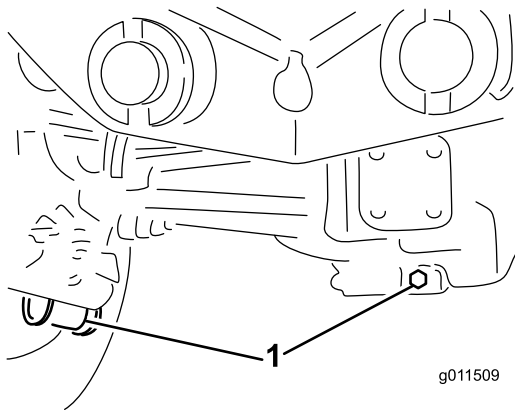

Bild 86
2. Reinigen Sie den Bereich um die drei Ablassschrauben, d. h. jeweils eine an beiden Enden und eine in der Mitte (Bild 86).